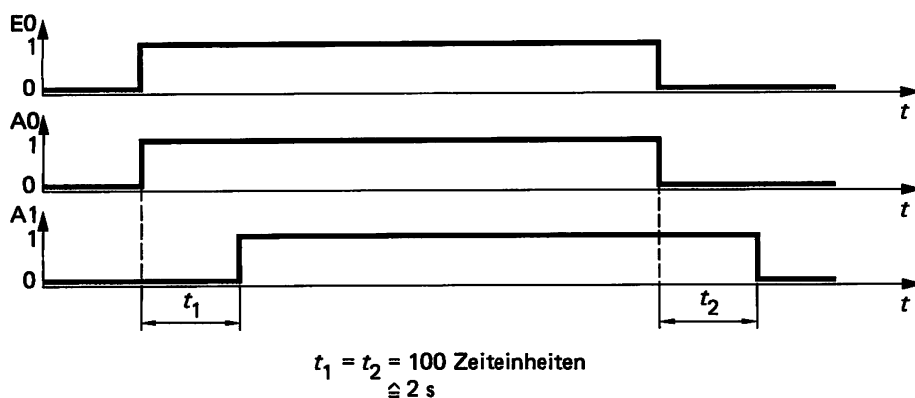

Bild D 37.1
- Den Signal-Zeit-Plan zeigt das Bild D 37.1. Gegenüber dem Eingangssignal $E0$ (dargestellt durch $A0$) ist das Ausgangssignal $A1$ um 100 Zeiteinheiten verzögert.